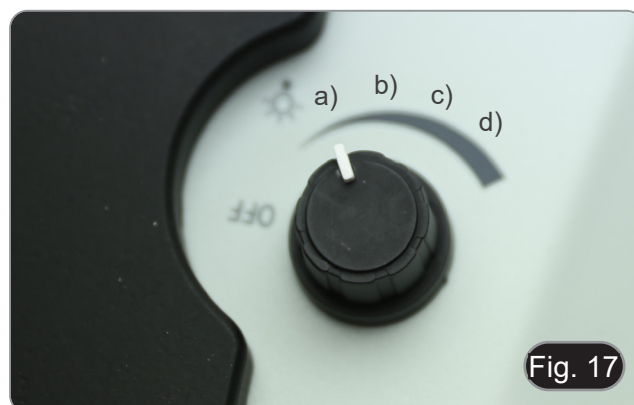

Fig. 17
L'interruttore a quattro posizioni disponibili (Fig. 17):
5. Accendere l'illuminatore anulare a LED (posizione "b", Fig. 17).